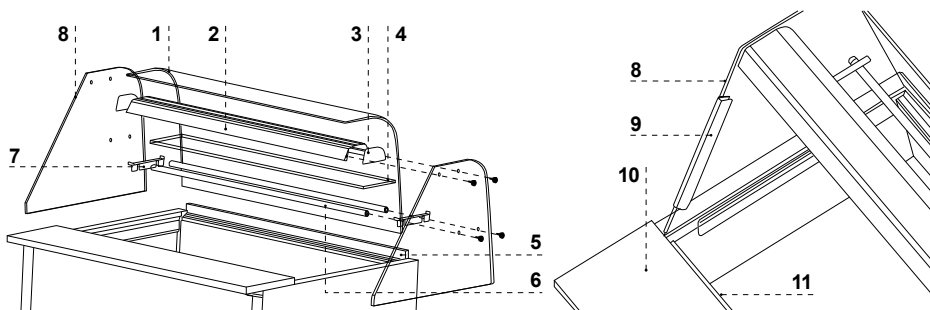

Рис.7 Монтаж стеклянных элементов и алюминиевых профилей
- I. Установить стеклянные бока Рис.7/8 (стр.25)
- II. Установить алюминиевую лампу (с освещением) на стеклянных боках Рис.7/2 (стр.25)
- III. Установить переднее стекло, опирая его на лампу и стеклянных боках Рис.7/1 (стр.25)
- IV. Установить алюминиевые профили под стеклянную полку (опция) Рис.7/6 (стр.25)
- V. Установить стеклянную полку Рис.7/4 (стр.25)
- VI. Установить кожух провода лампы Рис.7/9 (стр.25)